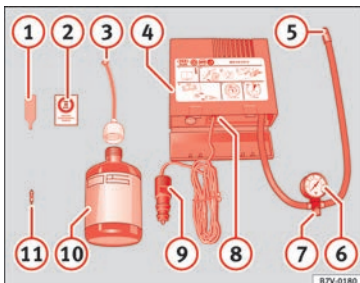

Abb. 84 Prinzipdarstellung: Bestandteile des Pannensets
Das Pannenset befindet sich im Gepäckraum unter dem Bodenbelag. Es besteht aus folgenden Bestandteilen » Abb. 84:
Den Reifenfüllschlauch » Abb. 84 ⑤ wieder anschließen und den Reifenfülldruck an der Reifenfülldruckanzeige ⑥ ablesen.